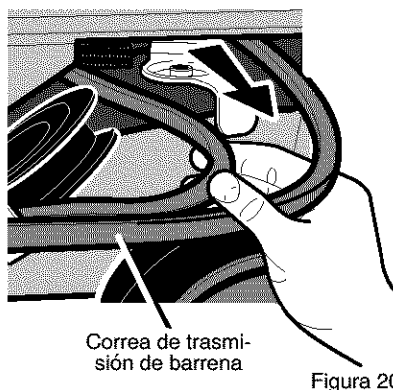

Figura 20
6. Saque la **correa de propulsión de la barrena** de la polea del motor y desícela por el lado del la caja del motor (vea la Figura 20).